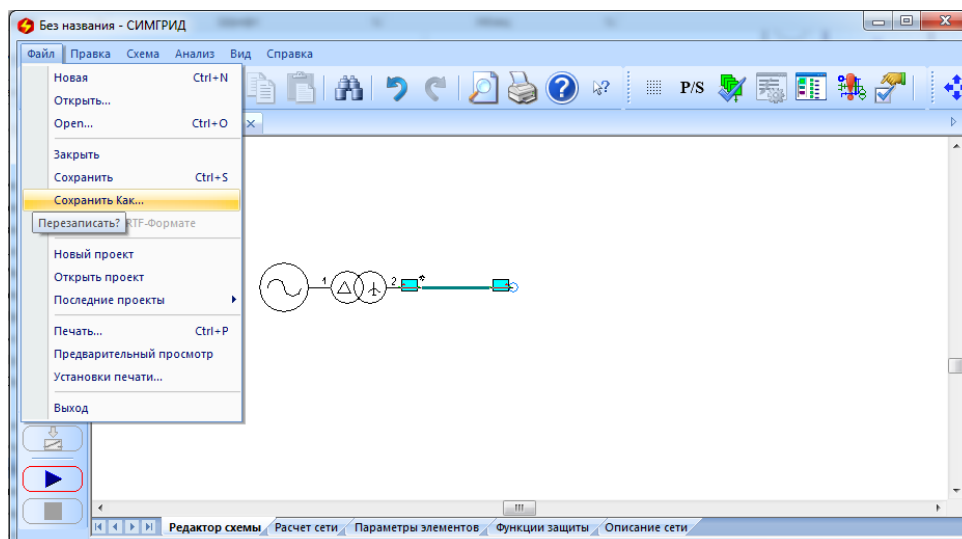

Рис. 2.8. Окно "Сохранить как..."
- выбрать в списке "*Файл*" строку "*Сохранить как*" (рис. 2.8)